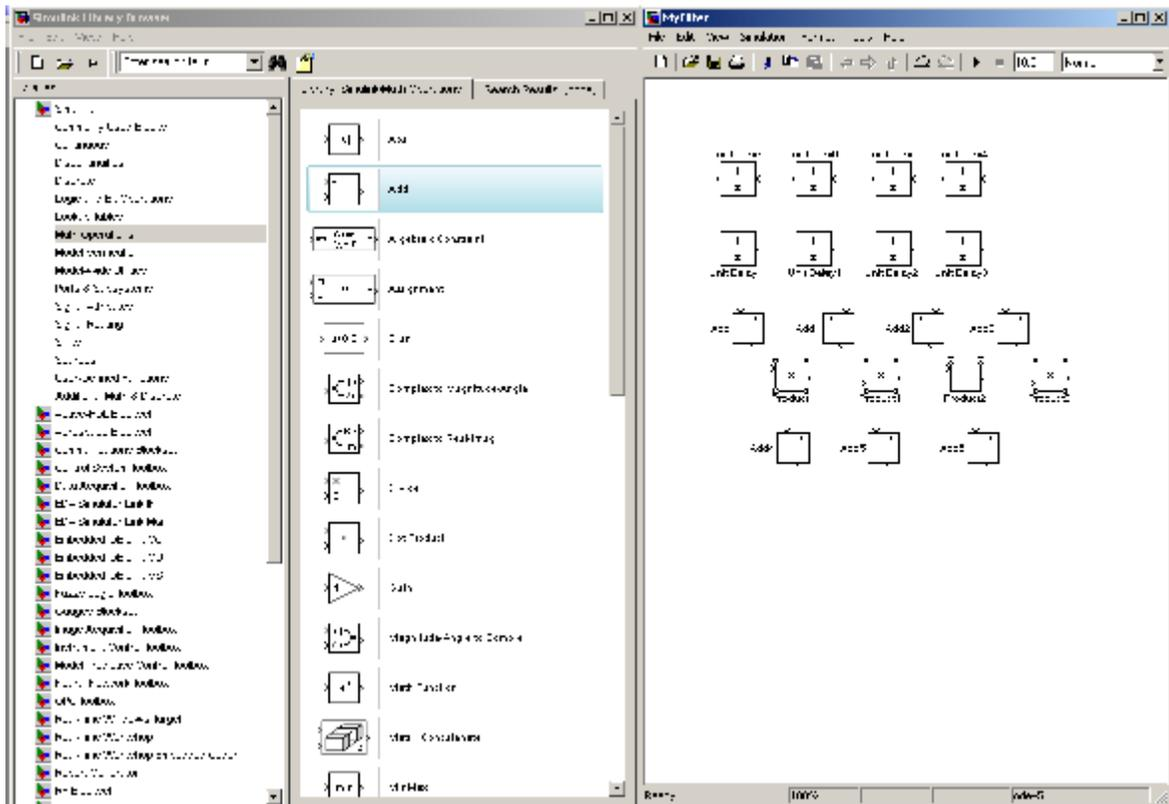

Рисунок 6 – Блок Add находится в разделе Math Operations в Simulink Library Browser
7. Добавьте к модели блок Add из раздела Math Operations в Simulink Library Browser и размножьте его 7 раз. Из этого же раздела добавьте к модели блок Product и размножьте его 4 раза (рис. 6).